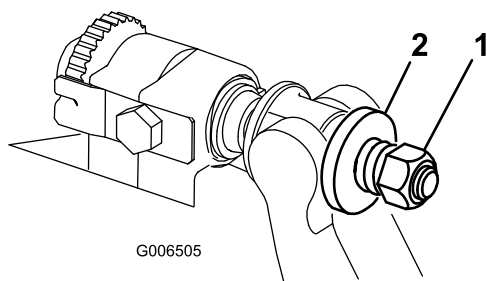

Figure 40
4. Serrez l'écrou de tension du ressort jusqu'à ce que les spires soient jointives, puis desserrez-le de 1/2 tour (Figure 40).